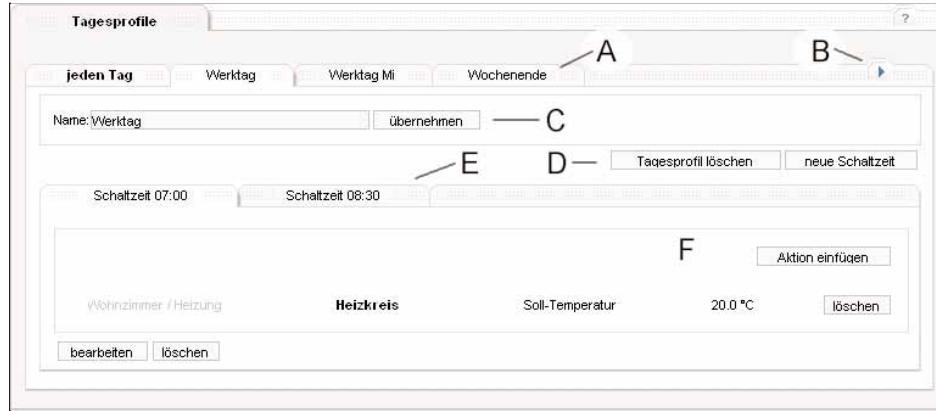
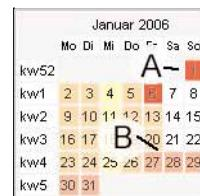

Bild 48: Bearbeitungsansicht für Tagesprofile
Bild 53: Ausschnitt Jahresplaner mit festen Profilen
Das Tagesprofil wird erst nach Bestätigen des Warnhinweises (Bild 53) gelöscht. Die Schaltzeiten-Reiter (Bild 48 E) zeigen alle vergebenen Schaltzeiten an. Es werden bis zu vier Schaltzeiten-Reiter in einer Reiter-Gruppe angezeigt, über die bekannte Reiternavigation kann zwischen den Gruppen gewechselt werden. Der Detailbereich der Schaltzeit (F) listet alle Aktionen zu dieser Schaltzeit auf. Es können Aktionen zur Schaltzeit hinzugefügt werden (Schaltfläche **Aktion einfügen**). Eine Aktion kann direkt mit der Schaltfläche **löschen** hinter der jeweiligen Aktion aus der Schaltzeit entfernt werden. Die Schaltzeit und die zugeordneten Aktionen können über die Schaltfläche **bearbeiten** am Ende der Auflistung eingesehen und bearbeitet werden. Die gesamte Schaltzeit wird mit der Schaltfläche **löschen** aus dem Tagesprofil entfernt. Schaltzeiten und Aktionen zur Schaltzeit werden in einer separaten Ansicht verwaltet. Diese Ansicht ist auf zwei Reiter aufgeteilt:
Ein 'Urlaub' ist eine Zeitspanne zwischen zwei Daten, in denen im Jahreskalender das Tagesprofil 'Urlaub' eingetragen wird (Bild 53 B). Da das Profil 'Urlaub' in der automatischen Generierung als letztes Profil eingetragen wird, überschreibt dieses ggf. andere Profile (Feiertag, Wochenprofil, etc.). Urlaube werden durch ein konkretes Datum mit Jahreszahl (z.B. 27.01.2006 bis 02.02.2006) definiert. Es sind acht Urlaubszeiträume möglich.
Ein 'Feiertag' ist ein wiederkehrender Tag im Jahr, an welchem das Tagesprofil 'Feiertag' eingetragen wird (Bild 53 A).